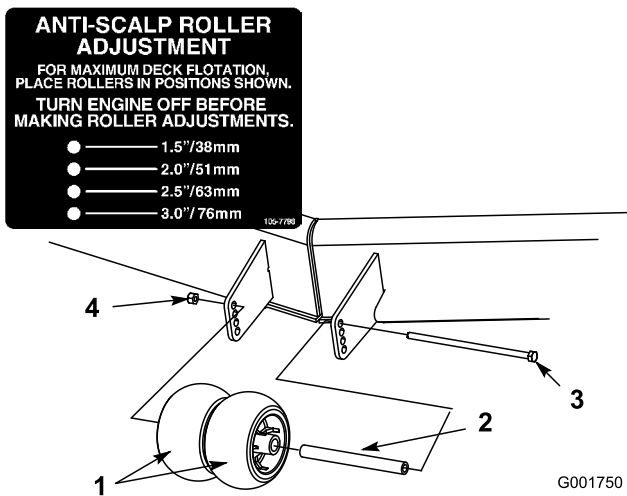

Figura 19
3. Después de ajustar la altura de corte, retire la tuerca con arandela prensada, el casquillo y el perno (Figura 19).
4. Seleccione el taladro que hará que los rodillos centrales estén lo más próximos posible a la altura de corte deseada (Figura 19).
5. Instale los rodillos centrales, el casquillo, el espaciador, el perno y la tuerca (Figura 19).